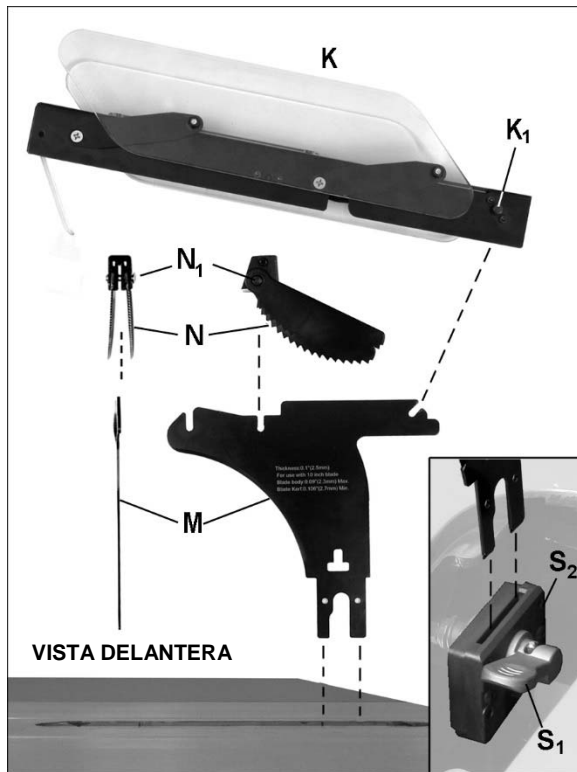

Figura 6-10: instalación del conjunto de protector
Vea la Figura 6-10.
- Coloque el conjunto de fiadores antirretroceso (N, Figura 6-10) de modo que el lado en ángulo del bloque de fiadores haga frente a la parte delantera de la sierra, según se muestra.
- Baje el conjunto de fiadores sobre la muesca central del separador, con los fiadores a horcajadas del separador. Oprima sin soltar el botón del bloque de fiadores (N_1 , Figura 6-10), y empuje el bloque de fiadores hacia abajo hasta que se enganche firmemente en la muesca.